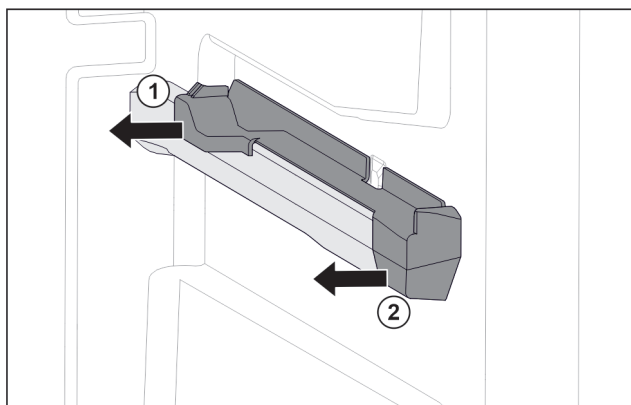

Fig. 28 Nasazovací díl na pravém žebrování na nádoby
- ▶ Stáhněte nasazovací díl vzadu na stranu. Fig. 28 (1)
- ▶ Stáhněte nasazovací díl vpředu na stranu. Fig. 28 (2)